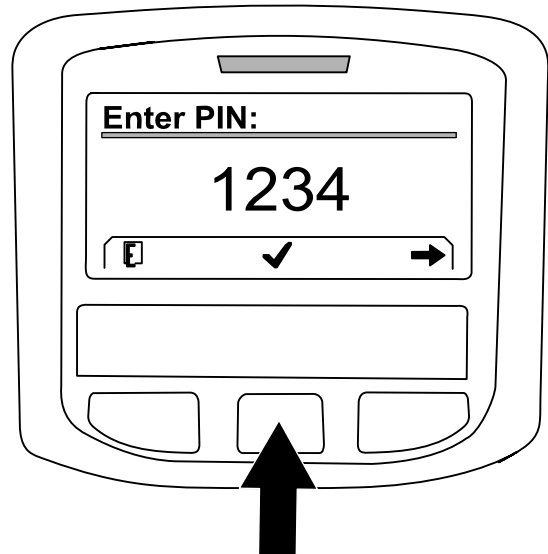
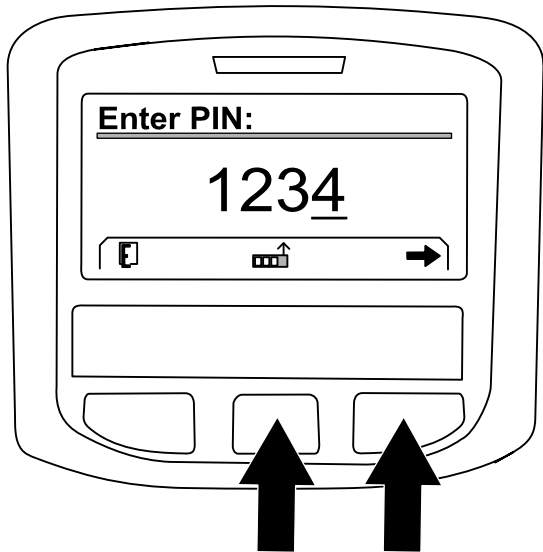

Bild 229
Bild 228
- A. Drücken Sie die mittlere Taste nach Bedarf, um die Zahl des PIN-Codes für die linke Position einzugeben (Bild 228).
- B. Drücken Sie die rechte Taste, um auf die nächste Position der Zahl des PIN-Codes zu navigieren (Bild 228).
- D. Wenn Sie alle Zahlen des PIN-Codes eingegeben haben, drücken Sie die rechte Taste (Bild 228) und drücken Sie dann die mittlere Taste, um den PIN-Code einzugeben (Bild 229).